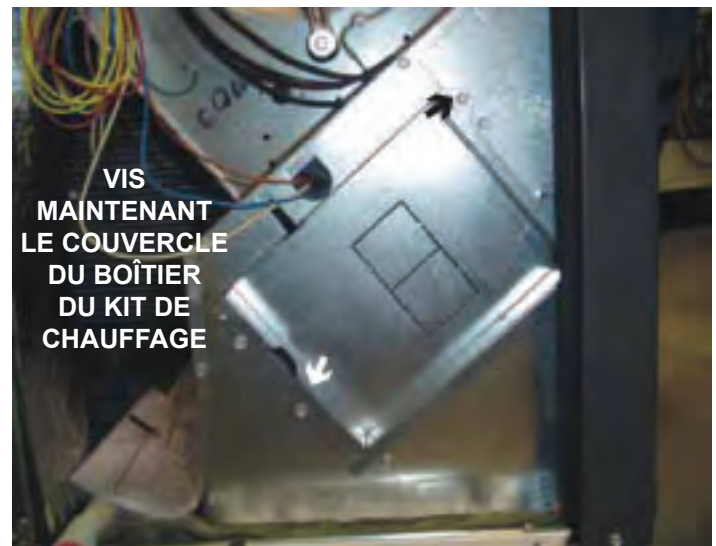

FIGURE 1
4. Localisez le boîtier du dispositif de chauffage. Retirez les deux vis qui maintiennent le couvercle du boîtier du dispositif de chauffage en place. Voir figure 1.